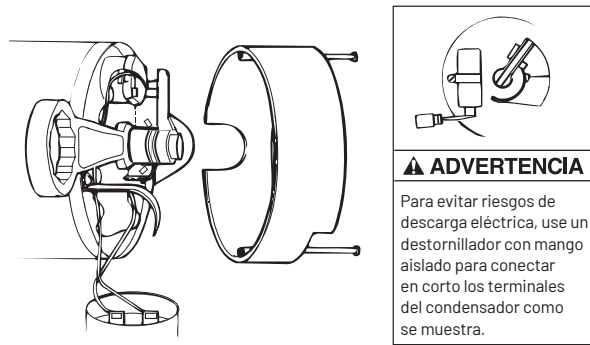

FIGURA 13 - SUJETE EL EJE
4. Si hay que cambiar el impulsor, afloje dos tornillos maquinados y quite la cubierta del motor (Figura 13).
5. **⚠ ADVERTENCIA EL VOLTAJE DEL CONDENSADOR PUEDE SER PELIGROSO.** Para descargar el condensador, sujete el destornillador con mango aislado **POR EL MANGO** y conecte en corto los terminales del condensador (Figura 13). No toque la punta de metal del destornillador ni los terminales del condensador. En caso de duda, consulte con un electricista calificado.